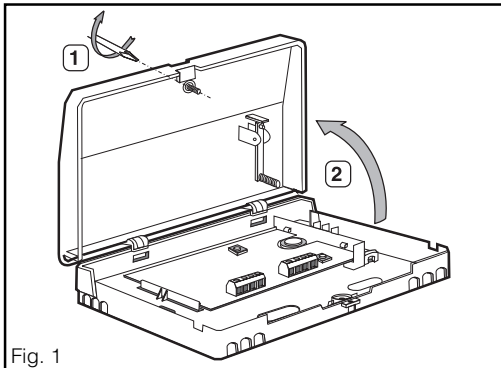

Fig. 1
#### 3.1 Ouverture du boîtier (fig. 1)
- 1 - Accrocher le couvercle à la partie supérieure du support (fig. 1).
- 2 - Fermer et visser le couvercle (fig. 1).